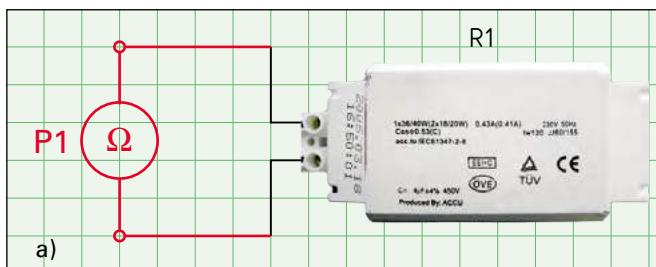

Bild 1: Direkte Widerstandsmesung
3. a) Ergänzen Sie die Messschaltung (**Bild 1**), um mit einem Widerstandsmesser den Widerstand des Vorschaltgerätes R1 direkt messen zu können.